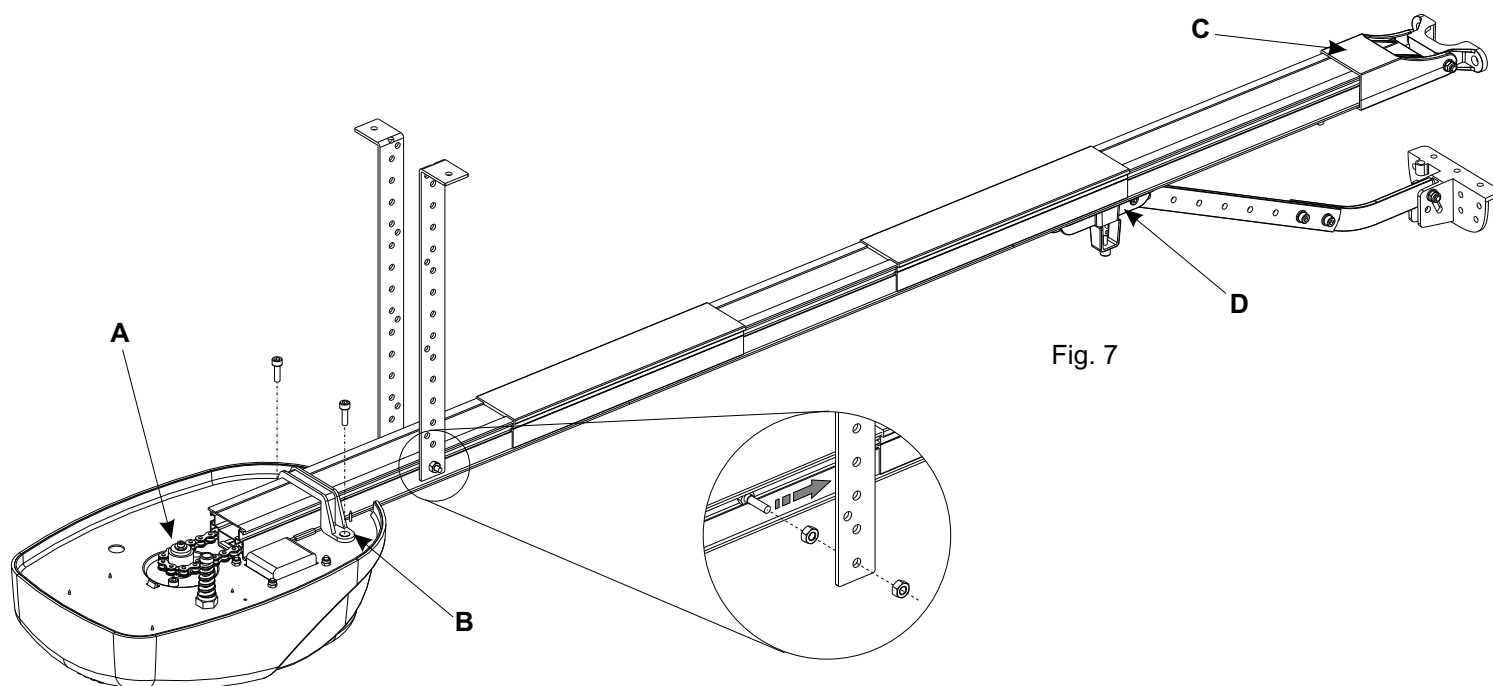

Fig. 7
- Asegurarse en que la cadena esté bien engranada en el piñón del cuerpo Corona (Fig. 7 - A)
- Llevar la guía al tope sobre el cuerpo Corona y fijarlo con el estribo apropiado. (Fig. 7 - B)
- Fijar en la otra extremidad de la guía el soporte conexión anterior (Fig. 7 - C)
Importante: Mantenga la cadena y el soporte de carredera siempre bien lubricada (Fig. 7 - D).